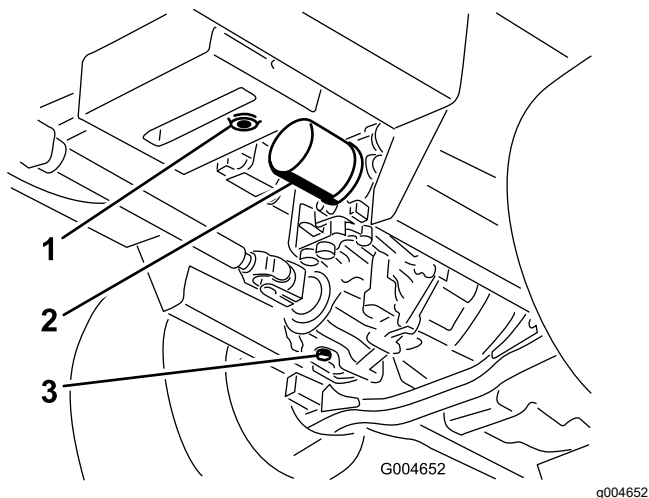

Рисунок 59
- Поместите под гидравлический бак и картер трансмиссии большой поддон и удалите пробки; слейте всю гидравлическую жидкость (Рисунок 59).
- Очистите область вокруг фильтра гидравлической жидкости и снимите фильтр (Рисунок 59).